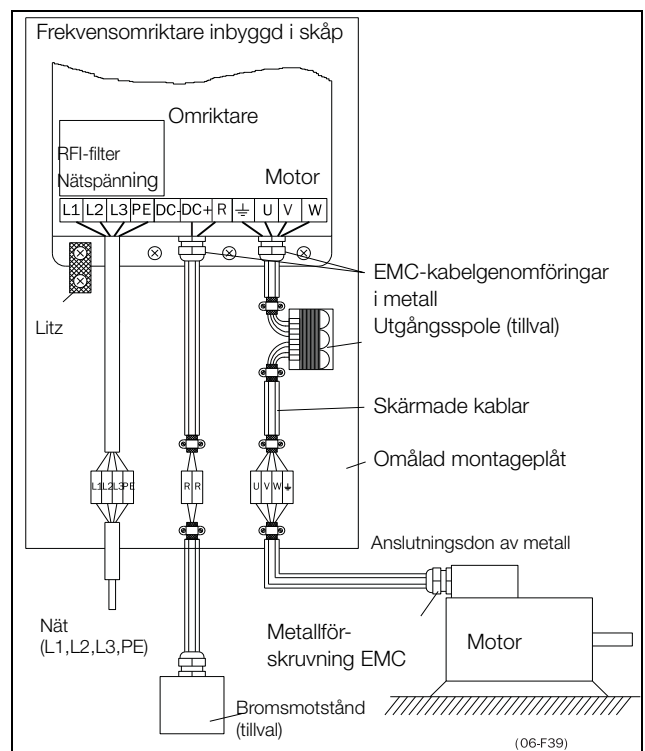

Fig. 48 Frekvensomriktare på montageplåt i skåp.
- Litztrådslutning, se fig. 48, behövs endast om montageplåten är målad. Samtliga omriktare har omålad baksida och kan därför monteras på omålad montageplåt.
- Litztrådanslutning, se fig. 48, behövs endast om montageplåten är målade. Samtliga omriktare har omålade baksida och kan därför monteras på omålade montageplåtar.
Om motorkablarna ska kompletteras med underhållsbrytare, utgångspolar, etc., måste skärmningen förlängas genom anslutning av metallhölje, montageplåtar av metall, etc., som framgår av fig. 48.
- Om frekvensomriktaren monteras i standardskåp, måste den interna kabeldragningen uppfylla EMC-standarden. Fig. 48 visar en frekvensomriktare inbyggd i skåp.